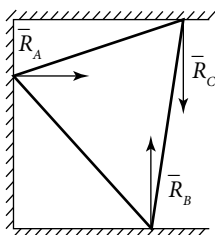

Рис. 24
2. Точечная связь, или связь двухгранным углом (рис. 24).